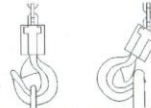

Рис. 7 ПРАВИЛЬНО НЕПРАВИЛЬНО
- Поднимите груз на крюк, обеспечив фиксацию предохранительной шкворны (См. Рис.7).